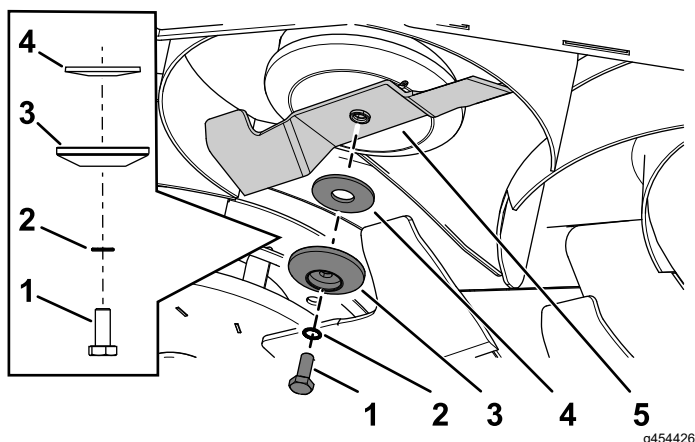

Figure 104
2. Retirez le boulon, la rondelle dentelée, le disque de retenue, la rondelle bombée et la lame de l'axe de pivot (Figure 104).